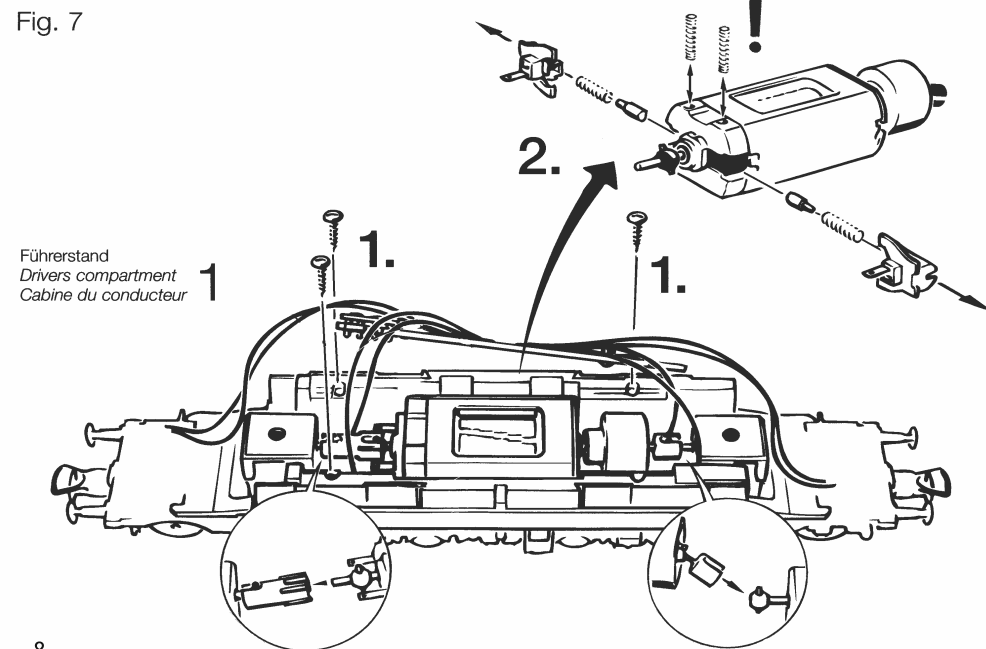

Fig. 7
5. Kohlebürstenwechsel: Lokgehäuse abnehmen (Fig. 3). Danach wird der Motor ausgebaut und die Kohlebürsten ausgewechselt (Fig. 7).
5. Remplacement des balais du moteur: Démontez la caisse (voir fig. 3). Démontez ensuite le moteur et échangez le balais (fig. 7).
5. Carbon brush changing: First remove loco body (fig. 3) and then the motor (fig. 7).